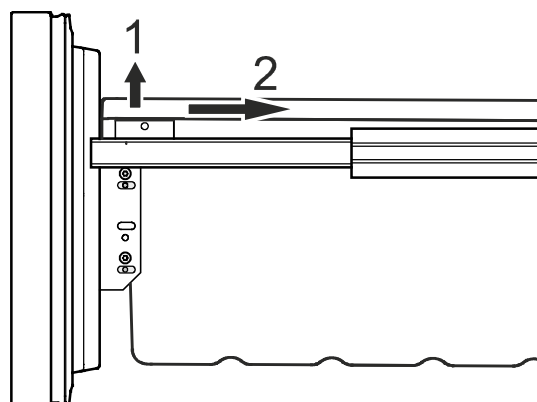

Figure 18
- Désenclipper les coins gauche et droit du récipient en le tirant vers le haut (1) - **Figure 18.**
- Pousser le récipient vers l'arrière (2) - **Figure 18.**